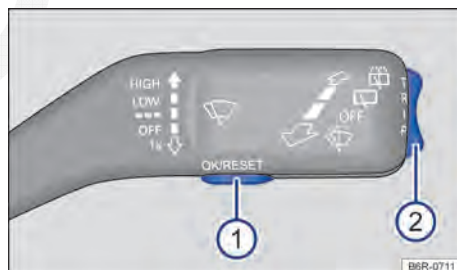

Fig. 11 Alavanca dos limpadores dos vidros: botão ① para confirmação dos itens e chave ② para trocar o indicador do display.
- Com a ignição ligada¹⁾, para ajustar o relógio, se necessário, alterar para o indicador do relógio, pressionar a chave → Fig. 11 ② para cima ou para baixo ou pressionar o botão de ajuste → Fig. 10 ⑥.
i A mensagem de serviço se apaga após alguns segundos com o motor em funcionamento ou após pressionar o botão **OK** da alavanca dos limpadores dos vidros → Fig. 11 ①.
- Se uma mensagem ou um pictograma do veículo forem exibidos, pressionar o botão **OK** → Fig. 11 ①.
- Pressionar a chave ② para cima ou para baixo, até que seja exibido o indicador desejado. ◀
- Pressionar a chave na alavanca dos limpadores dos vidros → Fig. 11 ②.
- Manter o botão pressionado na alavanca dos limpadores dos vidros → Fig. 11 ① para selecionar o indicador de horas, de modo que ele pisca.
- Acertar as horas com a chave da alavanca dos limpadores dos vidros → Fig. 11 ②. Para isso, pressionar a chave para cima ou para baixo, para aumentar ou diminuir o indicador de horas.
- Manter o botão → Fig. 11 ① pressionado por aproximadamente 2 segundos.